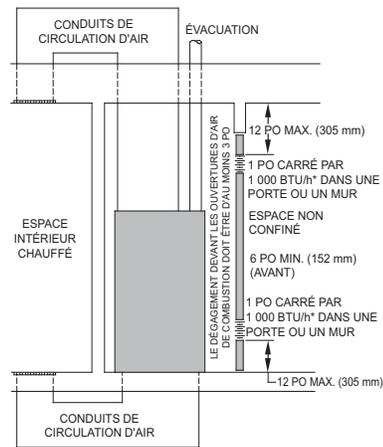

Fig. 7 – Air de combustion, de ventilation et de dilution venant de l'extérieur
- b. Les espaces combinés sont situés sur le même niveau. Chaque ouverture doit présenter un espace libre d'au moins $2\,000\text{ mm}^2/\text{kW}$ ($1\text{ po}^2/1\,000\text{ BTUH}$) de puissance d'entrée totale de tous les appareils à gaz, mais sans être inférieur à $0,06\text{ m}^2$ (100 po^2). Une première ouverture doit être faite à une distance maximale de 300 mm (12 po) en dessous du plafond et une seconde à une distance maximale de 300 mm (12 po) du sol. La dimension des ouvertures d'air doit atteindre au moins 80 mm (3 po). Consultez la figure 7.